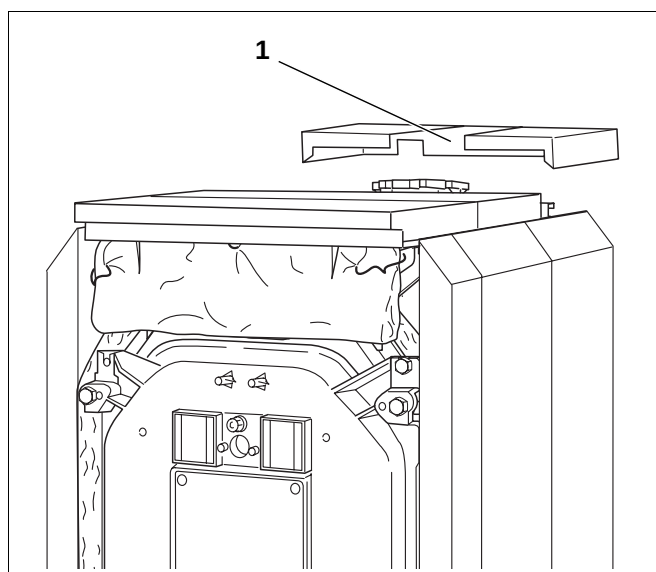

Fig. 53 Montage – bakre topplate
- Legg kjelens bakre topplate på sideveggene med kantene og utskjæringen for varmekretsens turledning (fig. 53, **pos. 1**) foran.